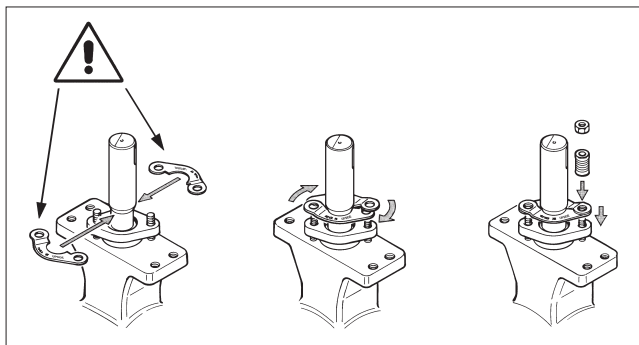

Fig. 10 Montage des fers de retenue
- Desserrer les écrous (25) et enlever les kits (TA-Luft) à disque-ressort (44) les fers de retenue (42) et le fouloir (9).
- Extraire les garnitures (20). Attention à ne pas endommager les surfaces du logement des garnitures et de l'axe. Il n'est pas nécessaire de changer la bague de retenue (22).
- Remplacer les fers de retenue avec l'inscription UPSIDE sur le dessus (cf. figure 10).